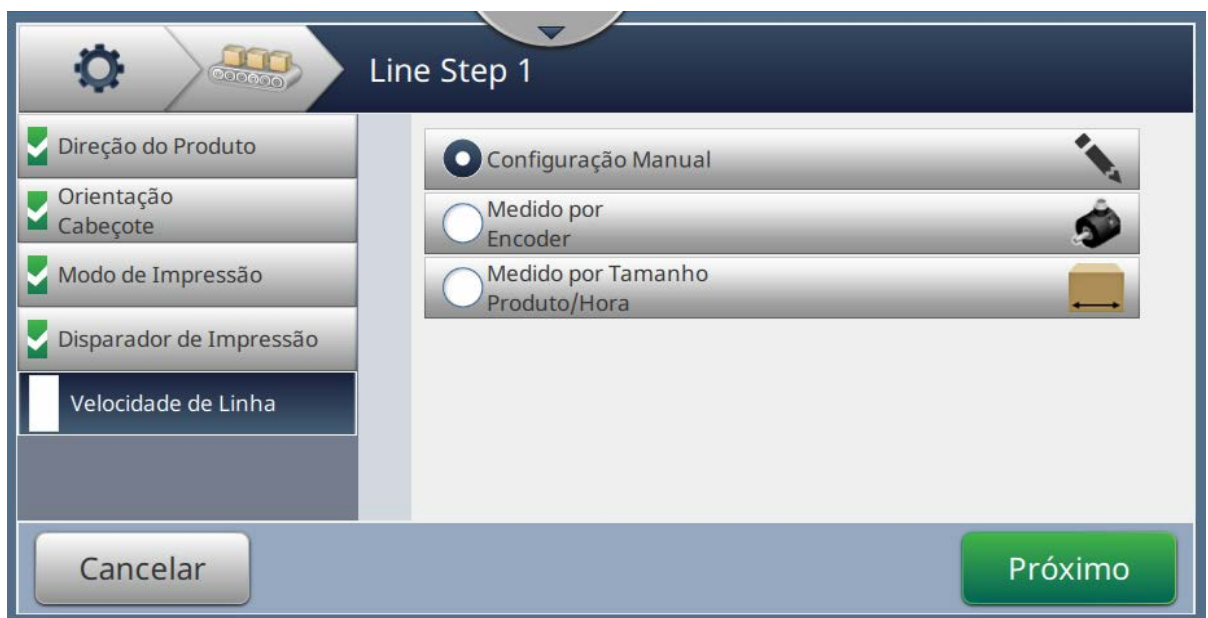

Figura 6-35: Definição de linha – Velocidade de linha
1. Toque em *Velocidade de linha* na tela Configuração de definição de linha, selecione a velocidade de linha necessária, como mostra a Figura 6-35. Toque no botão  para definir a velocidade de linha.
1. Selecione *Configuração manual*, como mostra a Figura 6-35. Toque no botão  para inserir as configurações necessárias.
1. Selecione *Medido por Encoder*, como mostra a Figura 6-35. Toque no botão
1. Toque em *Medido por tamanho do produto/tempo*, como mostra a Figura 6-35. Toque no botão  para inserir as configurações necessárias.